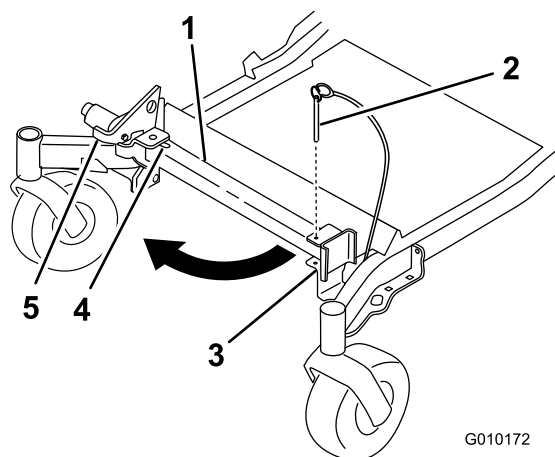
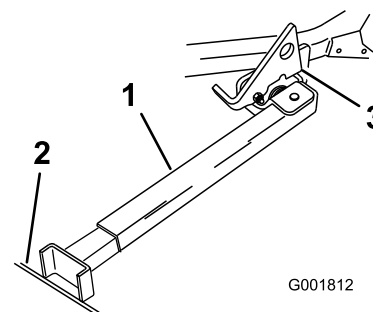

Figura 38
Figura 39
3. Levante el enganche. Gire el pie del soporte hacia adelante, y deslice el soporte hacia la máquina, hasta que encaje en la parte de abajo de la ranura (Figura 38 y Figura 39).
4. Ponga el pie del soporte en el suelo con el enganche descansando sobre la pestaña de giro (Figura 39).
Nota: Para obtener los mejores resultados, coloque el pie del soporte en una ranura de la acera o en el césped (Figura 39).
6. Conduzca la máquina sobre el soporte. Pare cuando el enganche caiga por encima de la pestaña a la posición bloqueada (Figura 39). Una vez que esté sobre el soporte, ponga el freno de estacionamiento y apague el motor.
2. Retire el pasador del soporte (Figura 38).
5. Ponga el soporte de nuevo en su posición de descanso (Figura 38).